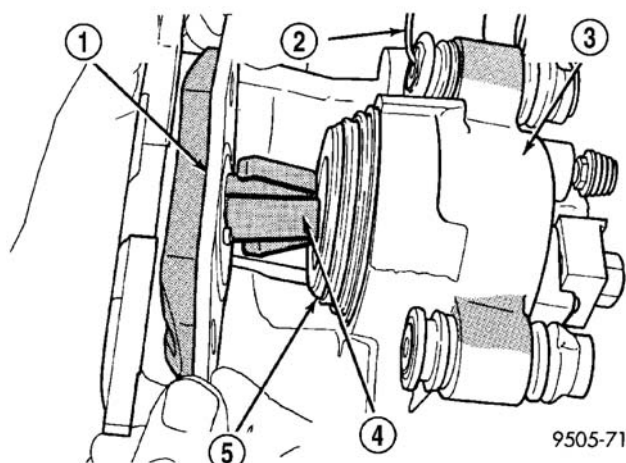

图 26 拆下内制动衬片
(6) 若需要卸下制动盘，可先卸下锁定夹，然后直接从车轮螺栓上拉下制动盘。
(7) 从制动钳拆下外制动衬片。朝向活塞推制动衬片，脱开制动衬片背面的两个金属凸起，然后从制动钳上滑出制动衬片，将其拆下。
(8) 从制动钳拆下内制动衬片。将内制动衬片拉出制动钳活塞，直到压紧夹脱离活塞，从而将内制动衬片拆下（图 26）。